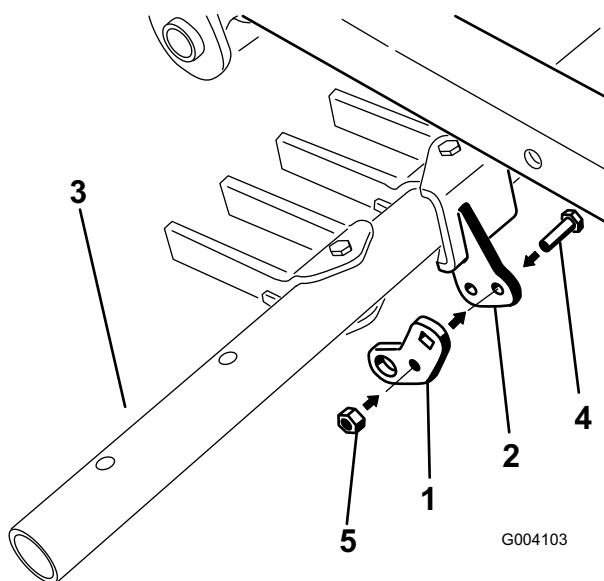

Figura 13
- Montare il foro centrale dell'aletta orientabile, senza stringere, sulla staffa orientabile della barra porta-attrezzi utilizzando un bullone (5/16 x 1 pollice) e un dado di bloccaggio (5/16 pollice) (Figura 13).
3. Serrare il bullone orientabile centrale (elemento 4 nella Figura 13) a 20 - 25 Nm.